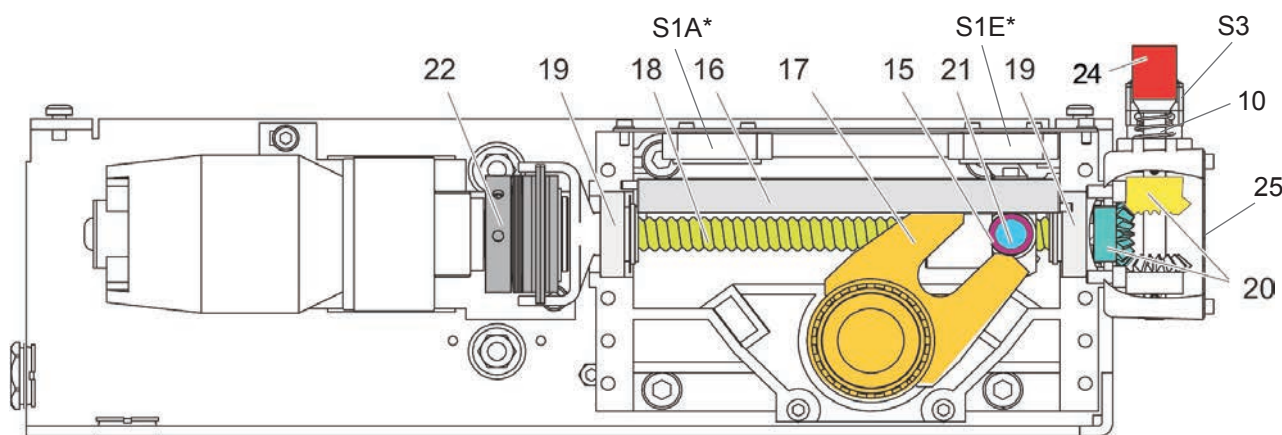

Abb. 8
Nach 10.000 Schaltspielen oder nach ca. 10 Jahren	• Tätigkeiten wie unter dem Intervall jährlich beschrieben. • Folgende Komponenten des Motorantriebes mit dem Schmierstoff Isoflex NBU¹ (siehe 7.1) so abschmieren, dass die zusammenwirkenden Bauteile ausreichend geschmiert sind: • beidseitig angeordnete Führungsrollen (15), Mitnehmerzapfen (21) inklusive Führungsleisten (16) und Kulissengabel (17) • Kugelgewindeantrieb (18) und beide Wälzlager (19) • Kegelradgetriebe (20) und Schiebehülse (10) am Hand-Not-Antrieb (dazu ist es notwendig die Abdeckung (25) zu entfernen) • Alle beweglichen Teile • Funktionskontrolle der Signalkontakte (S1A u. S1E, siehe Abb. 1), Motorschutzschalter (P), Hand-Not-Antrieb (S3, siehe Abb. 8), Heizung und Thermostat (Q) • Funktionskontrolle durchführen (siehe 4.2.4). Achtung: Um die einwandfreie Funktion der Rutschkupplung (22) zu erhalten, darf diese nicht mit Schmierstoff in Verbindung gebracht werden.